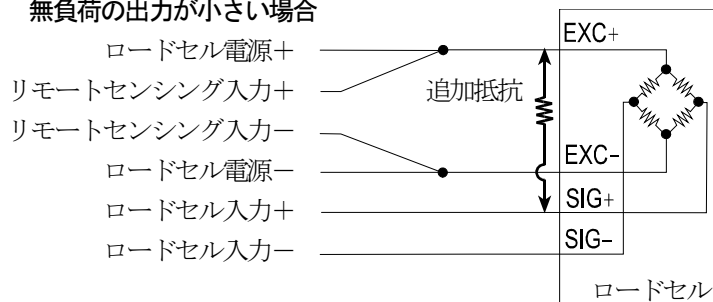

図 11 ロードセルのゼロ点電圧の補正
- キャリブレーション時に、ゼロ点（無負荷）時の出力電圧が大きすぎる場合、または小さすぎる（いずれもゼロ点範囲エラーが表示される）場合は、図 11 のように抵抗を追加することで補正することができます。補正用の抵抗には、温度係数の小さいものを使用してください。